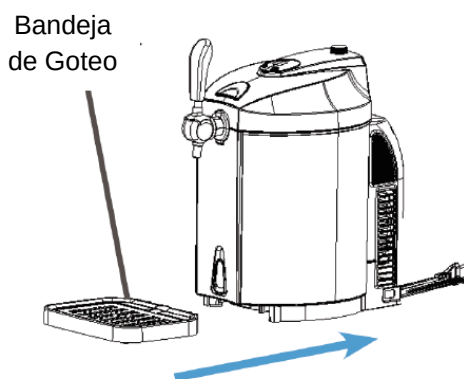

Figura 7
3. Inserte la bandeja de goteo en las ranuras correspondientes en la base del dispensador (como se muestra en la Figura 7);